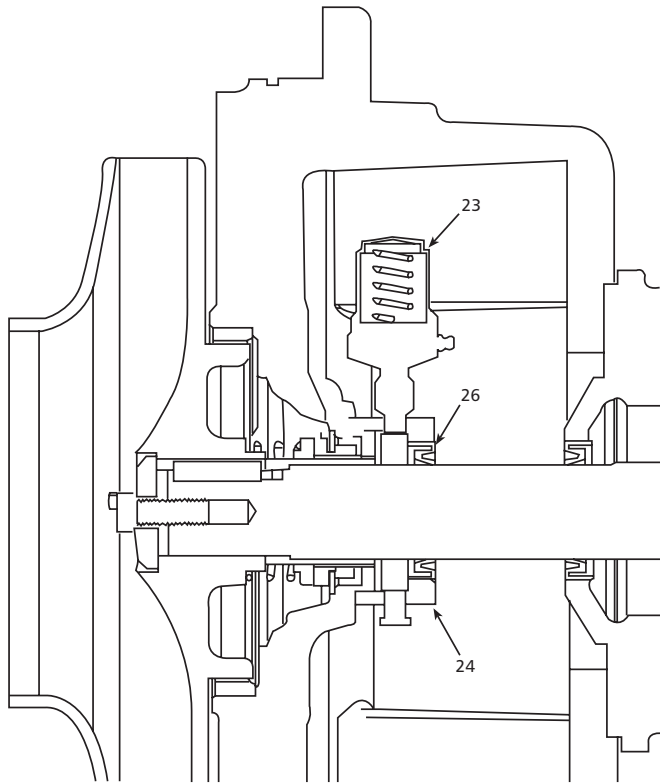

Figura 15
3. Para las aplicaciones de alimentación con aceitador, el casquillo para grasa se instala con la marca "O" en la posición de las 12:00. Las dos conexiones NPT de 1/8 pulg. sobre el casquillo para grasa estarán situadas sobre la horizontal, lo cual asegurará el funcionamiento apropiado del aceitador. El sello de reborde (26) debe montarse en la dirección inversa u opuesta, tal como se muestra en la Figura 15.
5. El alimentador de grasa (23) incluirá tres resortes (azul, rojo y plateado). El uso de resortes diferentes variará dependiendo de la temperatura de operación y del lubricante (grasa) a utilizarse.